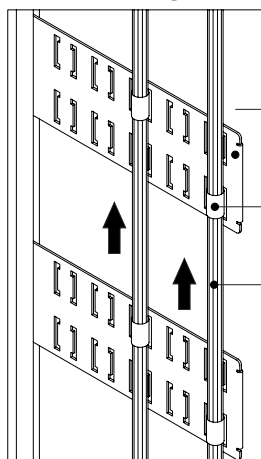

Figura 10D
6. Fixe os cordões nos suportes guia de cabos laterais (item 6), utilizando o Velcro dupla face, encaminhando os cordões até a saída do Rack (veja figura 10D).